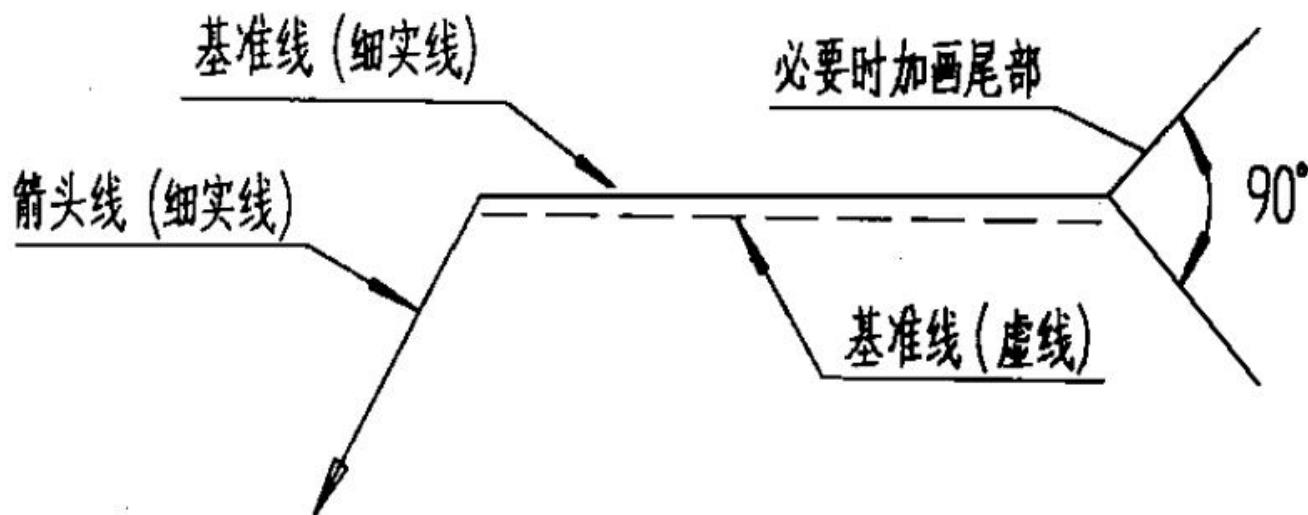

图1-02 焊缝的指引线
(2)、指引线采用细实线绘制，一般由带箭头的指引线（称为箭头线）和两条基准线（其中一条为实线，另一条为虚线，基准线一般与图纸标题栏的长边平行）必要时可以加上尾部（ $90^{\circ}$  夹角的两条细实线），如图1-02所示。